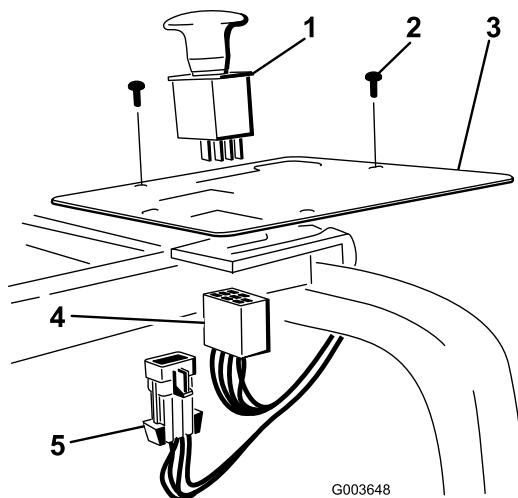

Figura 35
- Rimuovete il tappo di plastica dal pannello e montate sul medesimo l'interruttore (Figura 35).
- Collegate il cablaggio all'interruttore sul pannello di controllo (Figura 35).
- Collegate il connettore del cablaggio principale al cablaggio principale (Figura 35).